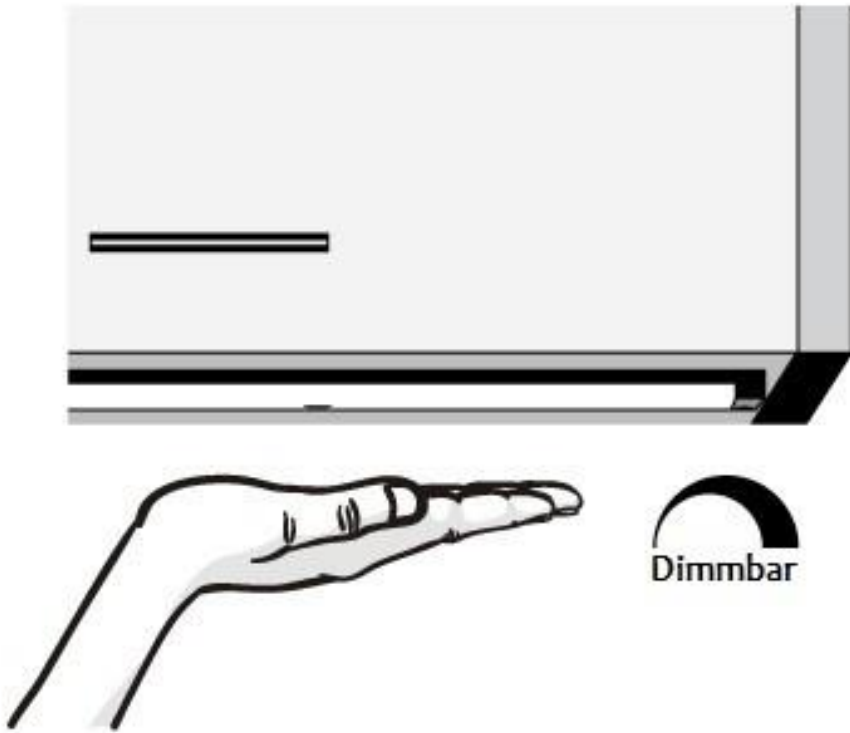

Bild 6: Dimmbare Funktion
**5.** Halten Sie Ihre Hand länger als eine Sekunde unter dem Sensor, um die Helligkeit von allen Lichtern zwischen zehn Prozent und 100 Prozent anzupassen (siehe Bild 6). Wenn Sie die Lichter ein- oder ausschalten, wird die zuletzt genutzte Einstellung, was die Helligkeit betrifft, gespeichert.